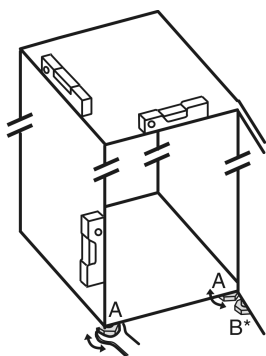

Fig. 5
- ▶ Seřizovací nožky Fig. 5 (A) vyšroubujte pomocí příloženého vidlicového klíče a pomocí vodováhy, dokud nebude spotřebič pevně vyrovnaný.
- ▶ Seřizovací nožku Fig. 5 (B) na stojanu ložiska vytáchejte pomocí příloženého vidlicového klíče, až dosedne na zem.
- ▶ Seřizovací nožku Fig. 5 (B) otáčejte dál o 90°.